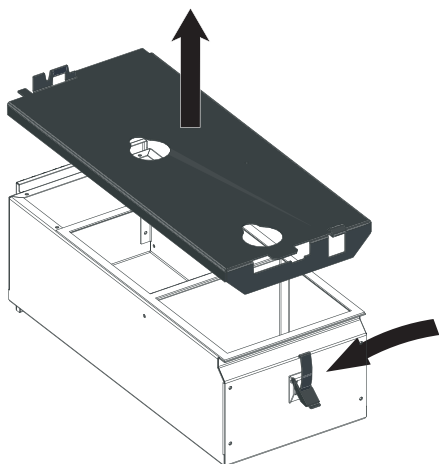

Fig. 48 Aprire le chiusure a staffa di fissaggio, rimuovere il coperchio e svuotare il contenitore cenere
- ▶ Allentare le chiusure a staffa di fissaggio laterali, rimuovere il coperchio e svuotare il contenitore cenere – Fig. 48.